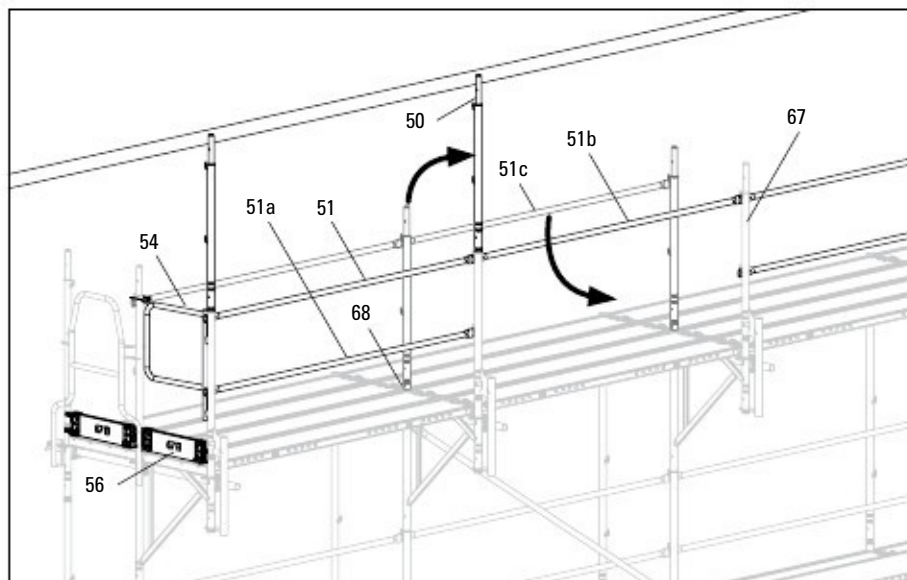

Fig. D2.03
1. Монтирайте парапета (51) и междинния парапет (51a) в крайните сектори, след това и челния парапет EPF 67 (54).
2. В междинните сектори прикрепете парапета EPG (51b) към стойките за панел EPS (67).
3. Демонтирайте парапетите (51c) върху основното скеле и ги прикрепете като междинни парапети към стойките на защитния панел EPS (50).
4. Монтирайте ограничителя UPF (56) в крайните сектори.
5. Демонтирайте стойката за парапет EVP (50) от горната рамка и поставете на стойките на защитния панел.
6. Демонтирайте фитинга с дистанционна втулка URE (68).
- (Fig. D2.03)